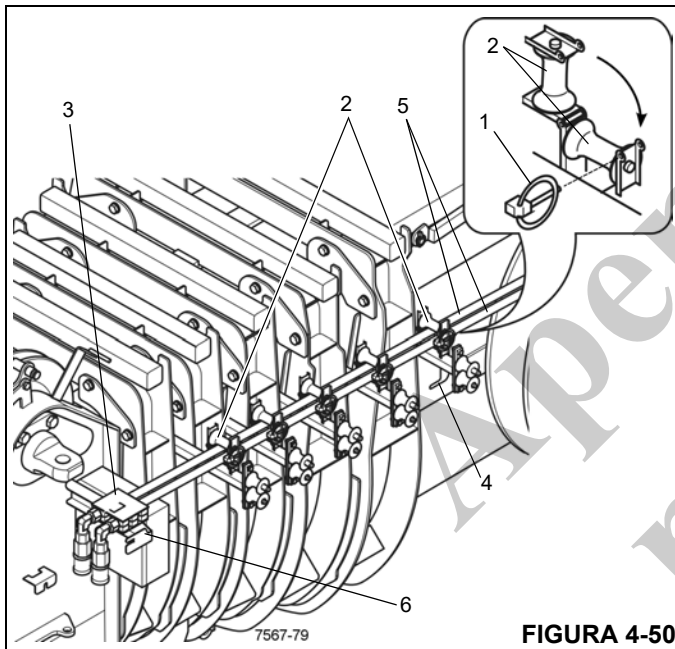

FIGURA 4-50
2. Remova os pinos articulados (1) (Figura 4-50) e dobre as polias guias (2).
3. Retire o alívio de tensão (3) do suporte de montagem da lança principal (4) e puxe as mangueiras hidráulicas (5) em direção à extremidade da lança.
4. Enganche o alívio de tensão no suporte de montagem da extremidade da lança (6).
5. Dobre para baixo as polias guia (2) e as prenda com os pinos articulados (1).